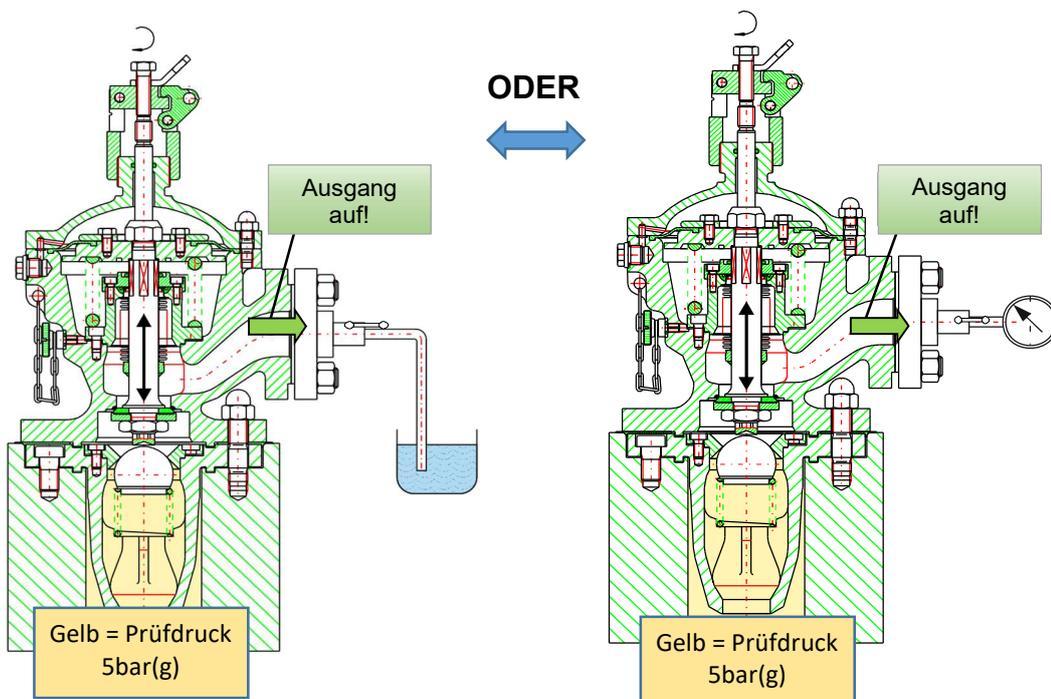

Bild 12: Testaufbau
4.4 Ermittlung der Abmessung „A“ und „B“ Bild 12 - **NUR FÜR NEUE und INSTANDGESETZTE VENTILE**